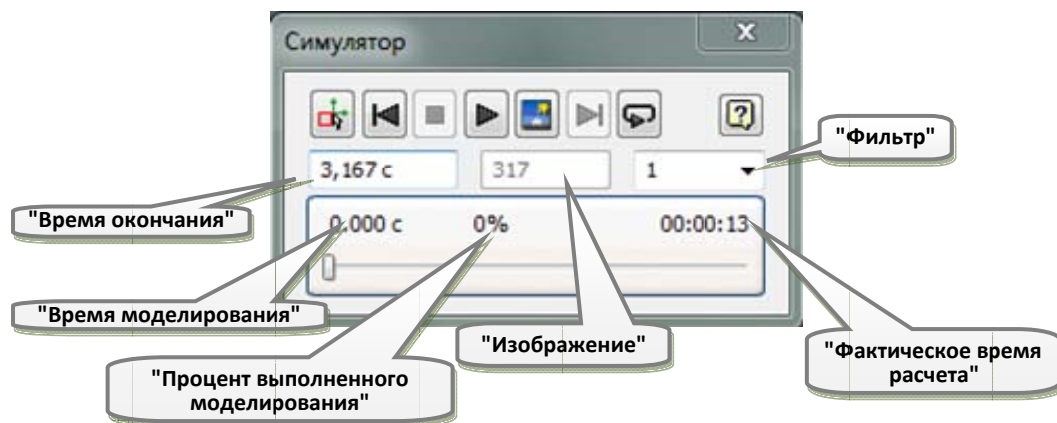

Рис. 8.1. Діалогове вікно симулятора
Значення кнопок та вікон у діалоговому вікні симулятора "Симулятор" наступні (рис. 8.1).
- "Исходное положение" - відображення вихідного положення обраних ступені свободи і з'єднання. Значення у полі змінити не можна, але його можна змінити у властивостях з'єднання, наприклад, "Вращение:1 (Frame Wiper:1, Crank Motor:2)" (рис. 8.1).